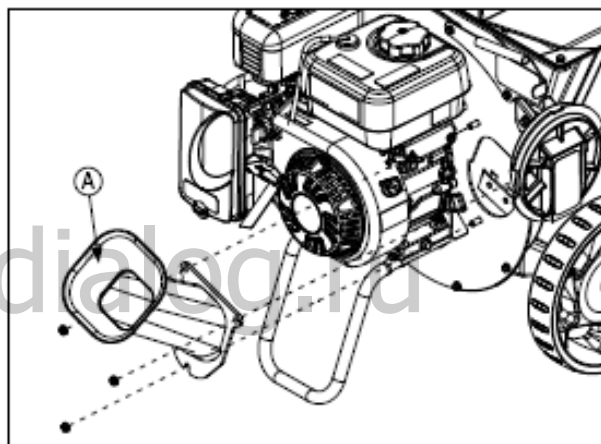

РИСУНОК 11 – Проверка ножей дробилки
2. Удалите гайки, скрепляющие лоток дробилки с передней стенкой дробилки. Извлеките лоток дробилки (А) для доступа к ножам. **СМ. РИСУНОК 11**